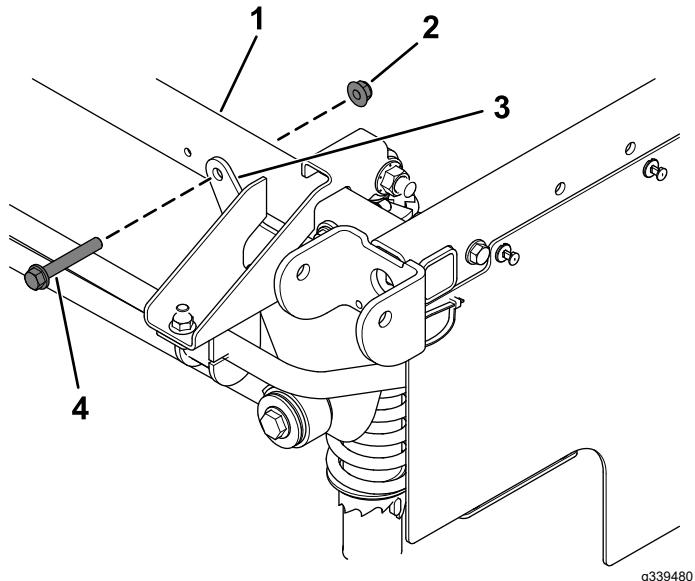

Figura 5
1. Retire el perno con arandela prensada y la contratuerca existentes del soporte de estabilización derecho y del tubo trasero del bastidor (Figura 5).